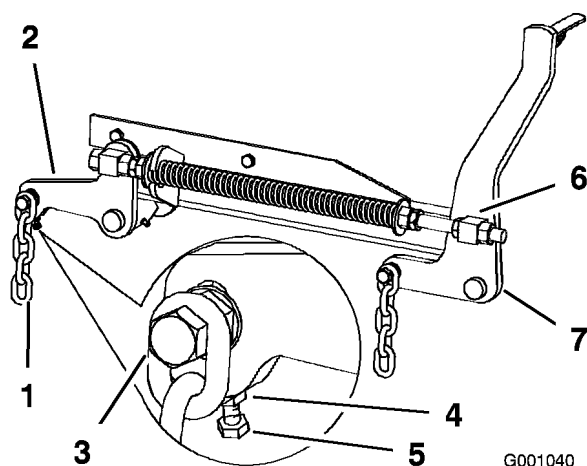

Figure 64
7. Si la distance mesurée au point **B** ou **C** n'est pas correcte, desserrez le boulon de fixation de la chaîne arrière au bras de support arrière (Figure 64).
8. Desserrez l'écrou de blocage sous le bras de support arrière et agissez sur le boulon de réglage de manière à obtenir une distance de 79 à 83 mm (Figure 64).
7. Desserrez d'environ 13 mm les écrous de blocage à l'avant des pivots avant gauche et droit (Figure 64).
8. Réglez les écrous de relevage sur les côtés gauche et droit de la machine de manière à abaisser l'avant de 6 à 10 mm au point **A** par rapport au point **B** à l'arrière (Figure 64).